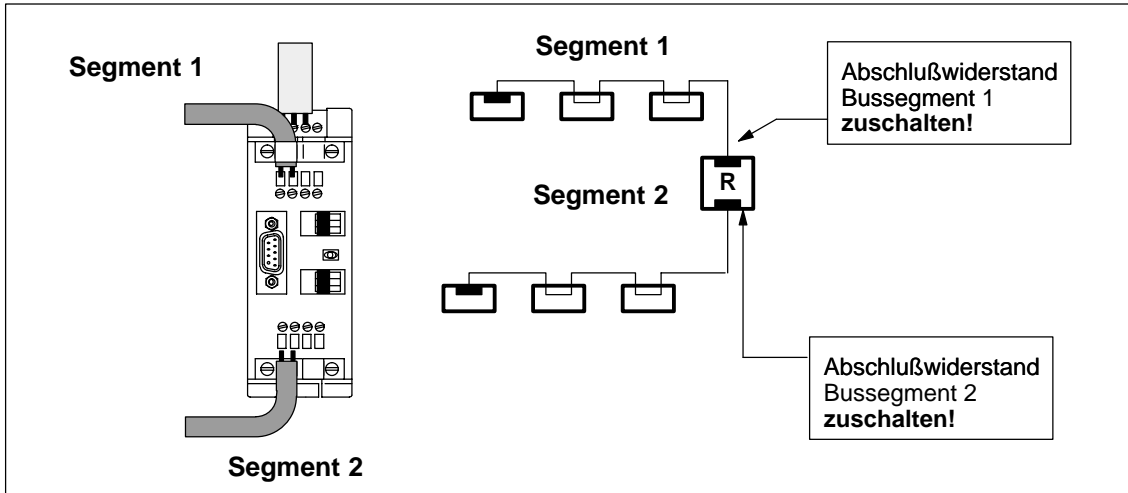

Bild 5-3 Anschluß zweier Bussegmente am RS 485-Repeater
)¹ Bei eingelegetem Abschlußwiderstand wird der jeweils rechte Busanschluß abgetrennt (siehe Bild 5-3) !
- Segment 1 und Segment 2 am RS 485-Repeater abgeschlossen (siehe Bild 5-3)
Das Bild 5-3 zeigt Ihnen, wie Sie den RS 485-Repeater an die Enden zwischen zwei Segmenten schalten: